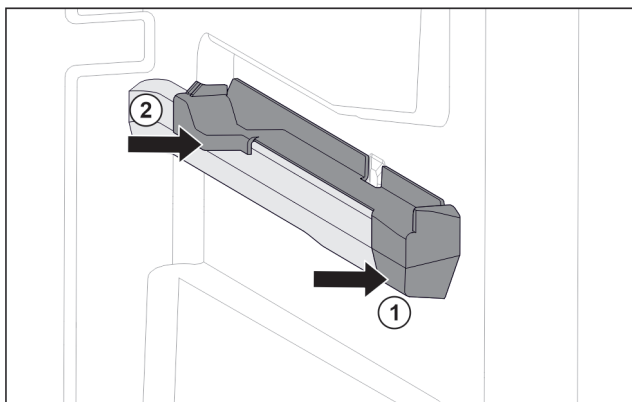

Fig. 84 Вставная часть на правом контейнерном ребре
- ▶ Наденьте вставную часть спереди на контейнерное ребро. Fig. 84 (1)
- ▶ Нажмите на вставную часть сзади. Fig. 84 (2)